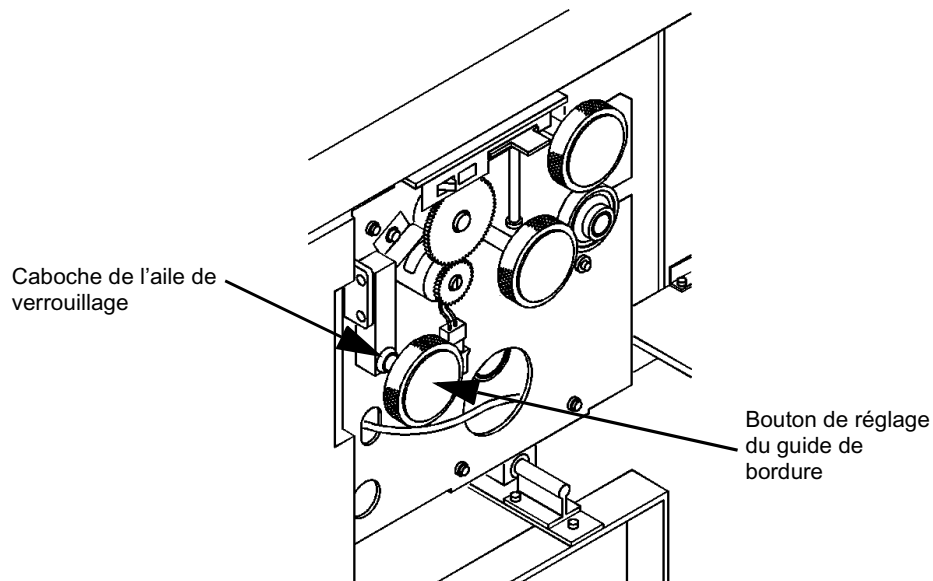

Figure 2-6: Réglage du guide latéral
- 11 Desserrez la caboche de l'aile de verrouillage, voir Figure 2-6.
- 12 Utilisez le bouton de réglage du guide de bordure pour effectuer des petits réglages (de 1/8 à 1/4 de tour), voir Figure 2-6. Testez après chaque réglage jusqu'à ce que les jeux de perforations soient centrés.